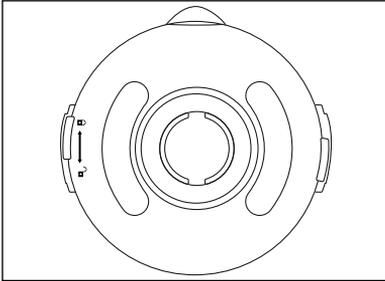

Fig. 2
- 3) Placez les ingrédients dans le bol mixeur ③.
- 4) Appuyez à nouveau fermement le couvercle ② sur le bol mixeur ③ de manière décalée. Refermez le couvercle ② en le tournant dans le sens horaire jusqu'à ce qu'il s'emboîte audiblement en position  (voir fig. 2).